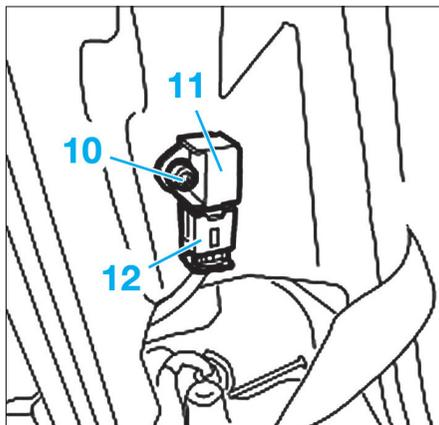

Fig. 27
- Déposer la vis (10) puis écarter le capteur (11) et débrancher le connecteur électrique (12) (Fig.27).